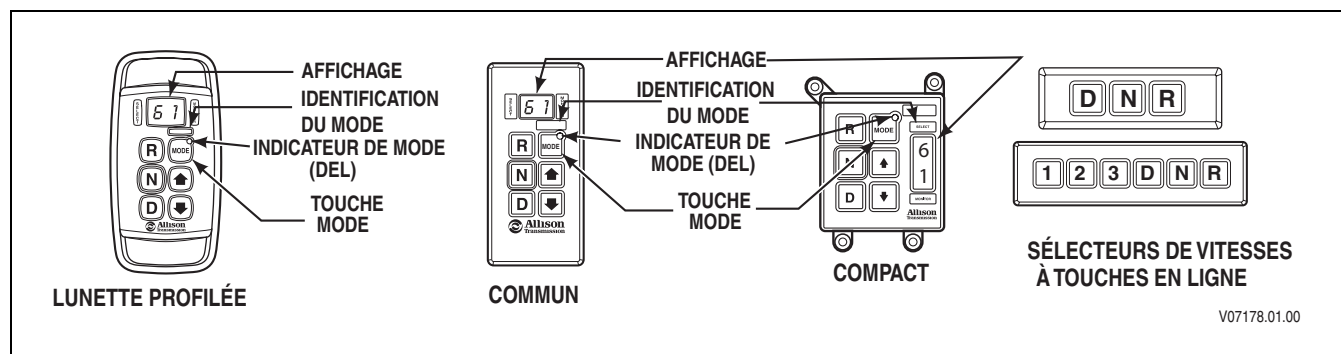

Figure 1-4. Sélecteurs de vitesses à touches standard
A. Sélecteur de vitesses à touches (*Figure 1-4*)
Le sélecteur de vitesses à touches en ligne possède trois ou six positions de sélection de gammes, comme illustré sur la Figure 1-4. Lorsqu'un sélecteur de vitesses à touches en ligne est utilisé, les informations de diagnostic peuvent être obtenues au moyen du logiciel de diagnostic Allison DOCTM For PC ou d'un dispositif d'affichage à distance fourni par le client.